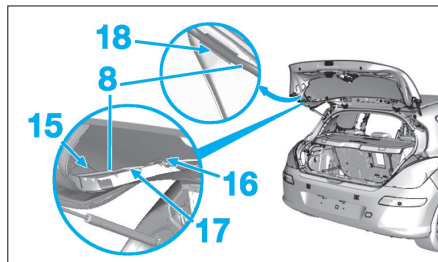

Fig. 174
- Débrancher le connecteur (15) (Fig.174).
- Dégrafer et écarter en (16), (17) et (18), le faisceau électrique (8).